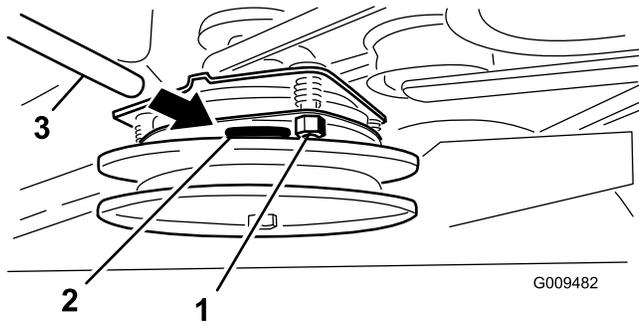

図 59
2. 調整が必要な場合には、3箇所それぞれについて 0.381 mm に調整する。すき間ゲージがかかるくはさまれるがまだ楽に動かせる程度までロックナットを締め付ける (図 59)。